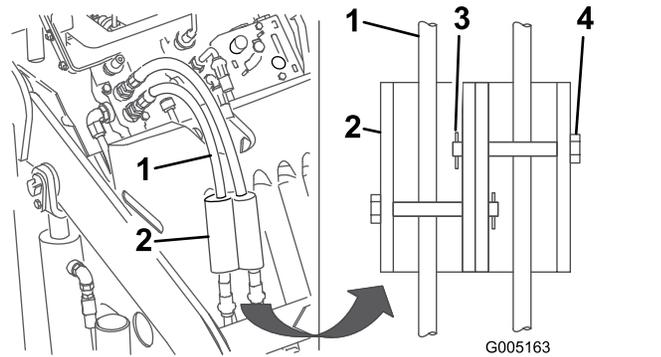

Рисунок 21
7. Поместите замки гидроцилиндров на шланги и закрепите их шплинтуемыми штифтами и шплинтами (Рисунок 21).